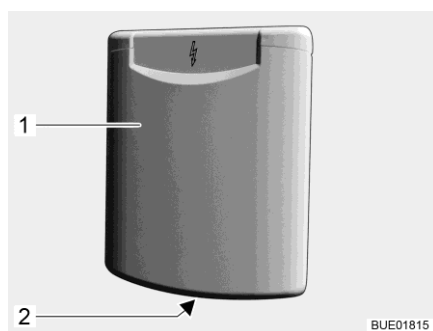

Bild 84 Lucka för 230 V-anlutning
- Ta tag i handgreppet (Bild 84,2) på den utvändiga luckan (Bild 84,1) och fäll upp den utvändiga luckan.